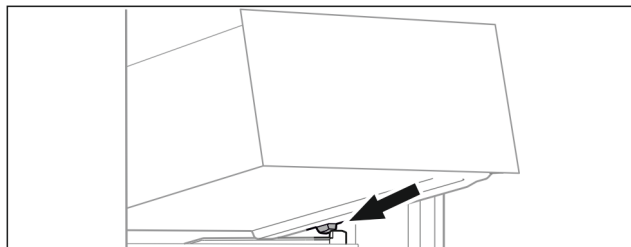

Fig. 74
- ▶ Nasad'te zásuvku šikmo za zarážkami na rebro nádoby. (pozri Fig. 74)